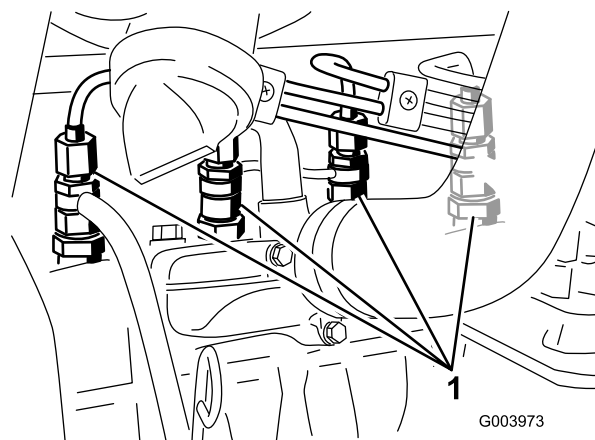

Figura 60
1. Liberte a tubagem que se encontra ligada ao primeiro injetor e à estrutura de suporte (Figura 60).